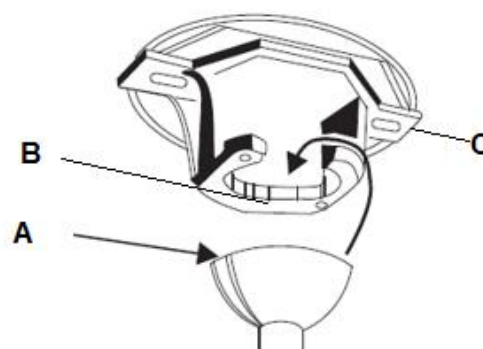
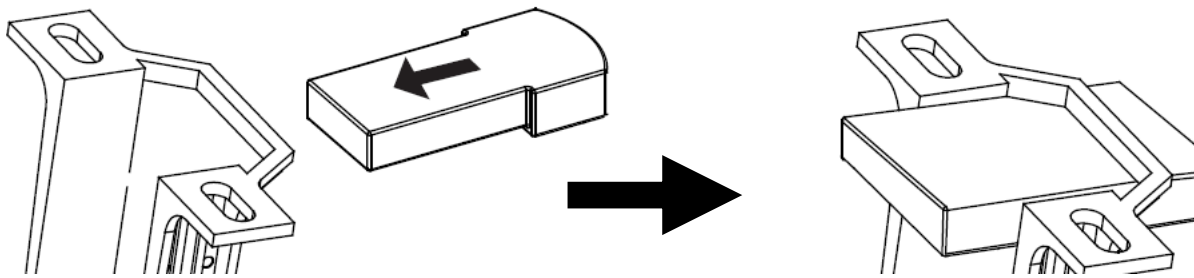

Fig. 5
Fig. 9
Sollevare il ventilatore sulla staffa di supporto. Assicurarsi che la fessura (A) del giunto sferico sia posizionata sul perno (B) della staffa di supporto (C), in modo tale da evitare che il ventilatore ruoti quando è in funzione (Fig. 5)
- Fissare il ventilatore alla staffa di supporto (consultare la sezione "Fissaggio del ventilatore" e la Fig. 5 a pagina 6).
- Collegare il connettore rapido della staffa (1) al connettore rapido di ingresso del ricevitore (2).
- Collegare il connettore rapido di uscita del ricevitore (3) al connettore rapido del ventilatore (4).
- Inserire con attenzione il ricevitore del telecomando sopra il giunto sferico, nello spazio rimanente all'interno della staffa di supporto. Fare attenzione a non danneggiare o allentare alcun cavo (5 e Fig. 9).